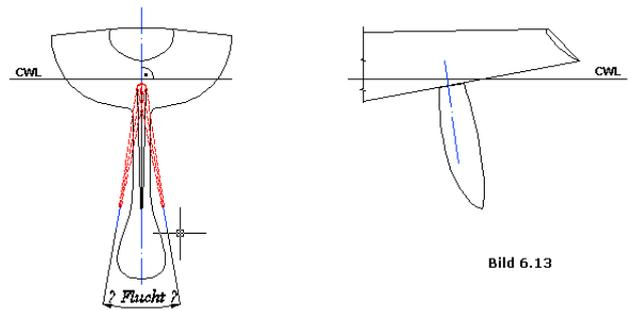

Bild 6.13
Bild 6.12 zeigt eine Einbaualternative des Hauptlagers beim Ausbau einer dünnwandigen Rumpfschale, die keinen Kiel beziehungsweise Steven besitzt. Der fehlende Kiel wird durch einen kleinen Holzklötz, der an der passenden Stelle eingeharzt wird, ersetzt. Vor dem Einkleben des Klötzes werden sowohl die Rumpfschale als auch der Klotz kleiner als für das Lagerrohr erforderlich durchbohrt. Durch diese Bohrungen kann ein langes Stück Messingrohr oder Rundmessing gesteckt werden, was sowohl die Flucht (Bild 6.13) der späteren Ruderachse mit dem Kiel als auch ihre korrekte Neigung zuverlässig anzeigt.
**Bild 6.13:** Die Ruderachse muß mit der Kielflosse bzw. mit dem Totholz fluchten, und gleichzeitig müssen sowohl das Ruderblatt als auch die Kielflosse rechtwinklig zur Konstruktionswasserlinie stehen.